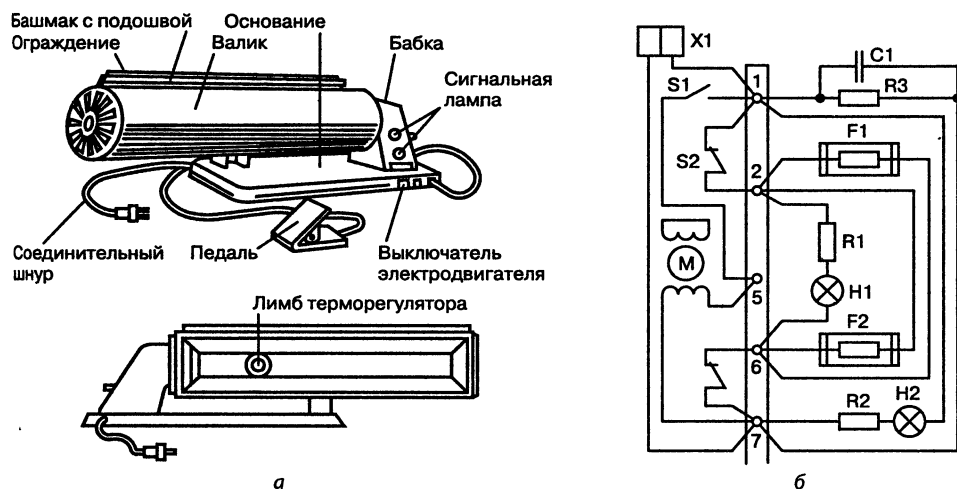

Рис. 8.5. Электрическая гладильная машина «Калинка»: а — конструкция; б — электрическая схема
Электрическая гладильная машина «Калинка» (рис. 8.5, а) имеет следующие сборочные единицы и органы управления:
- ♦ выключатель электродвигателя (включено — кнопка утоплена, выключено — кнопка выдвинута из основания). Электрическая схема машины показана на рис. 8.5, б.
- ♦ с левой стороны валика (см. рис. 8.5, а) развязать шнуры верхней наволочки, снять заградительную решетку и вывернуть винт, находящийся внутри валика;